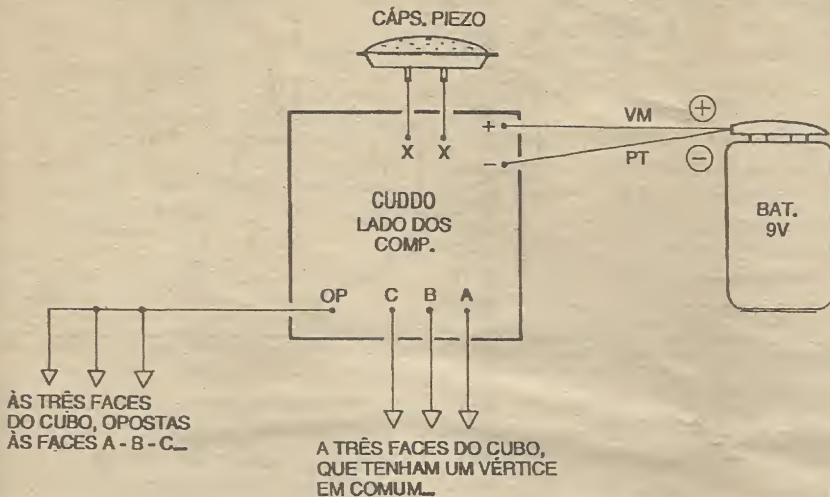

Fig.4
- FIG. 4 - **CONEXÕES EXTERNAS À PLACA** - A placa ainda é vista pela sua face não cobreada, só que agora, como o interesse está centrado no que há *da placa para fora*, os componentes já soldados *sobre* a dita cuja foram *invisibilizados*, de modo a não *poluir o visual*... Notar as ligações (não polarizadas) dos terminais da cápsula piezo, feitas aos pontos X-X da placa... Observar as conexões da alimentação, polarizadas, sendo que o fio do **positivo (vermelho)** vindo do *clip* da bateria, deve ser ligado ao ponto (+), e o fio
ca do impresso (circuito - FIG. 4), junto a um dos cantos de cada uma das seis placas metalizadas deve ser feito um furinho, coincidindo com furinhos feitos na própria face estrutural (isolada) do cubo... Por tais furinhos passarão cabinhos finos isolados, cujas extremidades livres serão soldadas sobre o lado cobreado das sobrefaces (e, lá dentro do container, aos pontos OP, A, B e C da placa do circuito, conforme já mostrado...). O arranjo, como um todo, é visto em perfil no item 5-C... As coisas, dentro